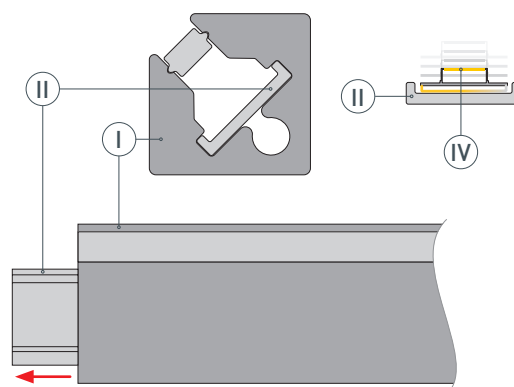
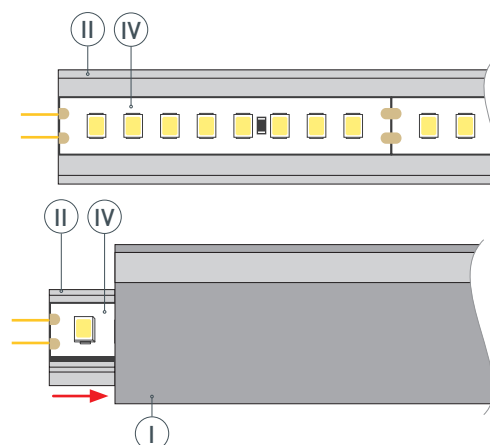

Рис. 1. Извлечение выдвижной пластины (Ⓜ) из профиля (Ⓘ), вид сверху
Рис. 2. Установка выдвижной пластины (Ⓜ) со светодиодной лентой (Ⓐ) в профиль (Ⓘ), вид сверху
- 2 / Извлеките выдвижную пластину (Ⓜ) из профиля (Ⓘ), как показано на рис. 1. Перед приклеиванием светодиодной ленты (Ⓐ) рекомендуется обезжирить поверхность выдвижной пластины (Ⓜ). Установите светодиодную ленту (Ⓐ) на выдвижную пластину (Ⓜ). Задвиньте выдвижную пластину (Ⓜ) обратно внутрь профиля (Ⓘ), как показано на рис. 2.